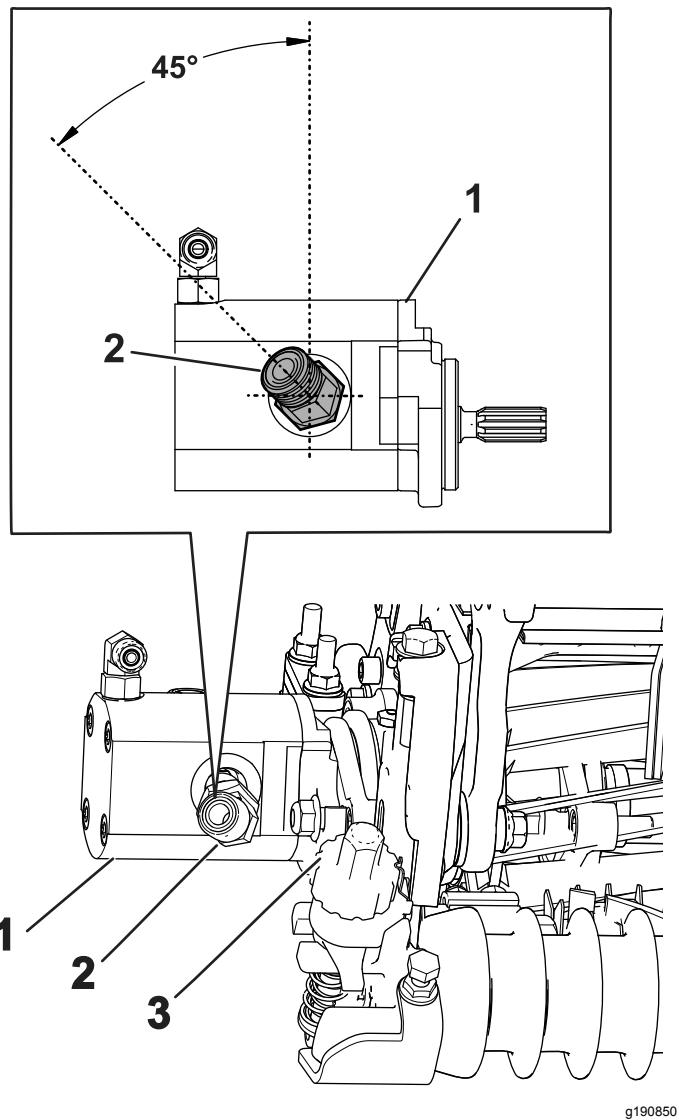

Figure 18
4. Montez le raccord à 45° neuf en positionnant l'angle comme montré à la Figure 18. Serrez le raccord à un couple de 47 à 58 N·m.